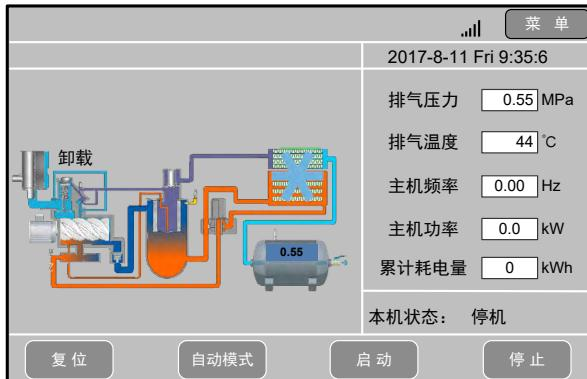

图 3-3 HMI 主页面 (示意图)
- 7) 确认电机运转方向无误后, 点击图 3-3 主页上的启动按钮, 运行空压机。检查运行时的电流及温度是否在正常范围、电磁阀状态是否正确、压力及温度变化是否正常。